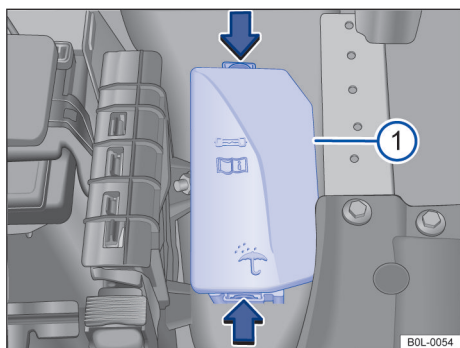

图 123 发动机舱内：保险丝盒的盖板 ①。
- 沿箭头方向按压解锁按钮，可松开保险丝盒的盖板 → 图 123 ①。